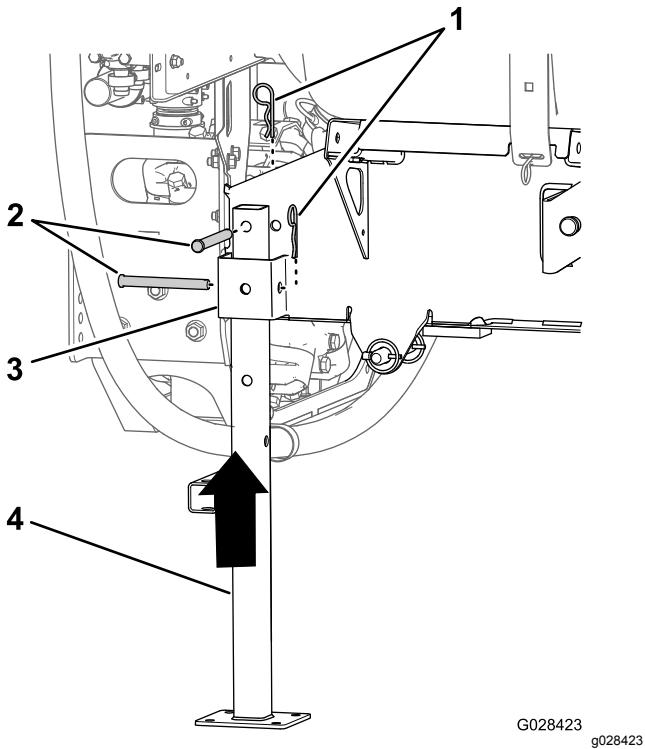

Figure 134
5. Alignez la jambe de support arrière sur le récepteur arrière (Figure 134).
6. Alignez le trou au sommet de la jambe de support et le trou dans le cadre du patin de cuve (Figure 134).
7. Fixez la jambe de support au récepteur et au cadre au moyen de 2 axes de chape et 2 goupilles fendues (5/32" x 25/8"), comme montré à la Figure 134.